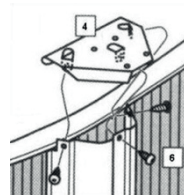

Abb. 27
- c. Richten Sie den oberen Abschnitt (T2) (4) an der obersten Poolkante und auf einer vertikalen Stütze (VER) ein, wobei sich die Laschen an der Innenseite des Abschnitts befinden, Abb. 27.
- d. Gleichen Sie die Öffnungen für die Orientierungsschrauben TO2 (6), Abb. 27, in den drei Löchern des vertikalen Abschnitts ab und vergewissern sich, dass sie in die T2 (6) Laschenlöcher passen.